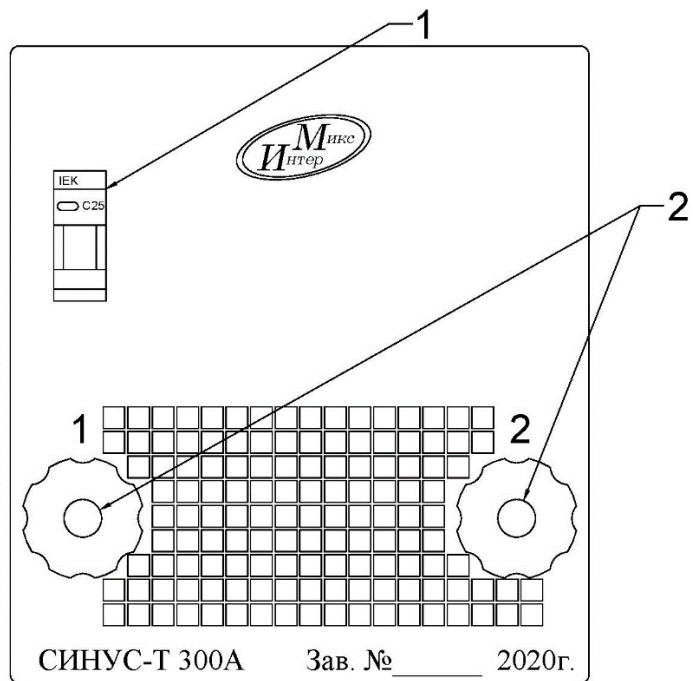

Рис.1. Передняя панель комплекта СИНУС-Т 300А
4.3.1. На передней панели комплекта находятся (рис.1):